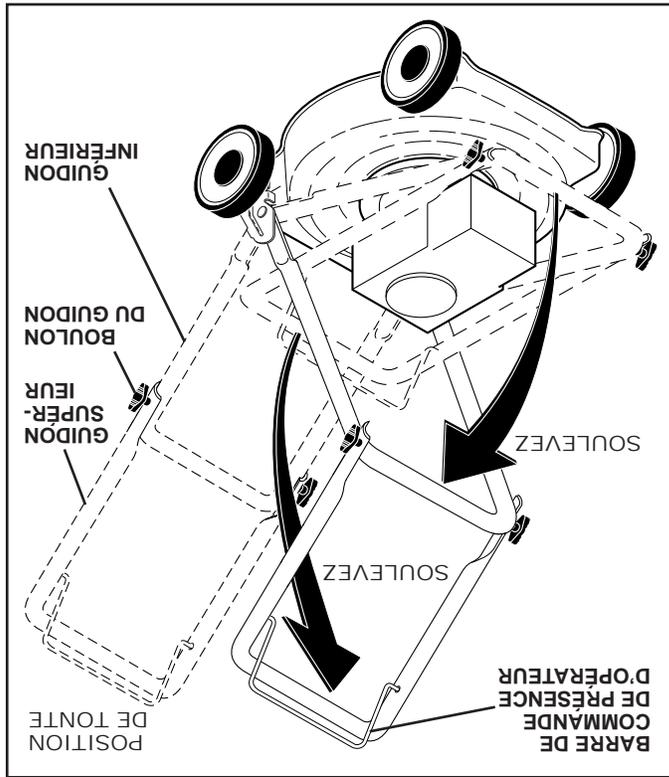

FIG. 1
**POUR DÉPLIER LE GUIDON (voir Figs. 1 & 2)**